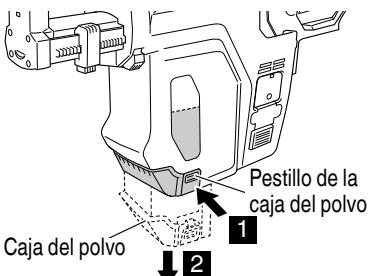

Fig. 13
**5. Vaciado del polvo (Fig. 13, 14, 15)**
- (1) Presione y mantenga presionado los pestillos de la caja del polvo y tire de la caja del polvo hasta extraerla del sistema extractor de polvo mientras mantiene el sistema extractor de polvo nivelado y vertical. Deseche el polvo del interior. (Fig. 13, 14)